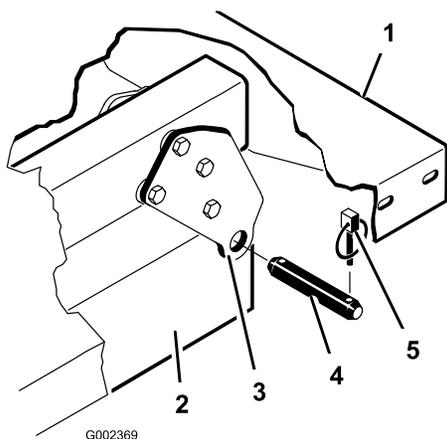

Figure 12
Remarque: Vérifiez que les plaques de pivot arrière sont boulonnées au châssis/profilé du véhicule de sorte que l'extrémité inférieure soit inclinée vers l'arrière (Figure 12).
2. Placez le plateau sur le châssis du véhicule avec précaution et en alignant les trous des plaques de pivot arrière sur ceux du profilé arrière du châssis. Montez (2) axes de fixation et goupilles à anneau (Figure 12).
3. Abaissez le plateau, fixez chaque extrémité de la tige du vérin aux fentes appropriées dans les plaques de montage du plateau au moyen d'un axe et d'une goupille à anneau. Insérez l'axe de fixation par l'extérieur du plateau, la goupille à anneau étant à l'extérieur (Figure 12). Les fentes arrière sont réservées à l'installation du plateau complet et les fentes avant à l'installation du plateau 2/3.